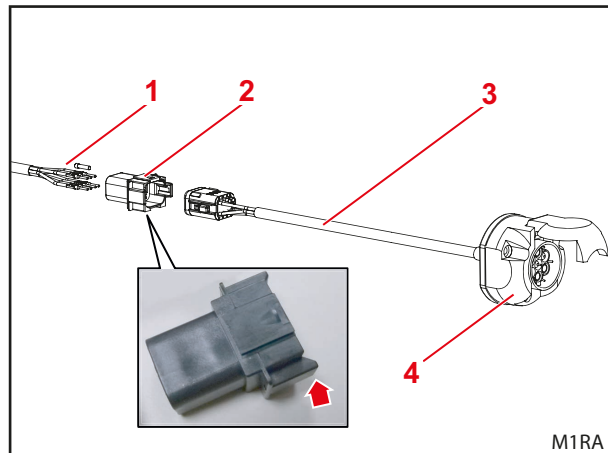

Fig. 37 Connecteur enfichable 8 pôles avec ergots pour le raccordement d'un câble adaptateur avec prise 7 pôles
- Connecteur enfichable 8 pôles avec ergots (flèche rouge dans Fig. 37) pour le raccordement d'un câble adaptateur avec prise 7 pôles.